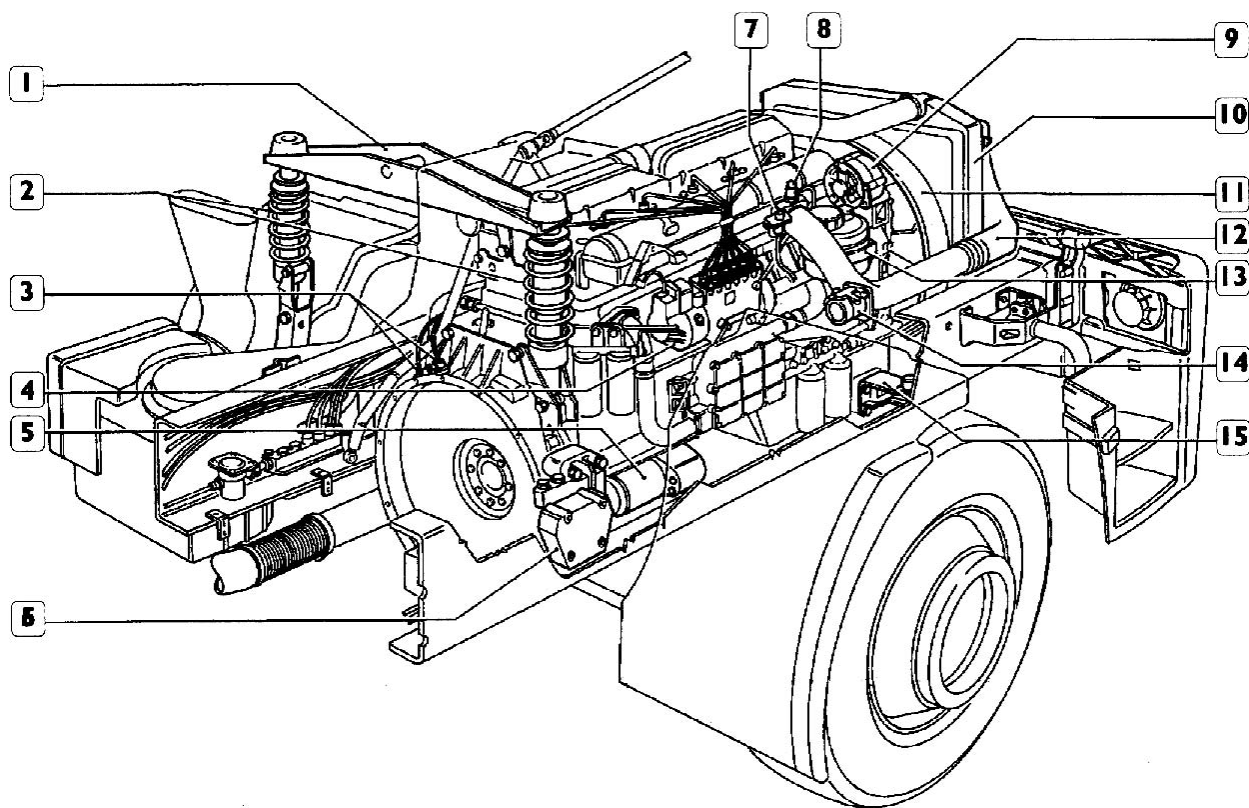

Figura 4
4. Remover la tapa del radiador (3) y drenar el líquido refrigerante del circuito.
6. Remover la caja de cambios (14), como se describe en el módulo respectivo.
- Del radiador (3).
- De la bomba de agua (2).
- Del termostato (1).
- Del intercambiador de calor de calor (8).
8. Desconectar el tubo del fluido de la bomba hidráulica (14, figura 4).
- Del intercooler (6).
- Del compresor de aire (8).
- Del turbocompresor (10).
- Del filtro de aire (13).
10. Remover los tornillos (11) y retirar el freno motor (12) con el cilindro de comando (15).
11. Remover la tubería (4) de abastecimiento de aceite motor.
12. Remover la abrazadera de sujeción del tubo flexible y la varilla de nivel de aceite (5).
13. Remover el protector aislante acústico (11).